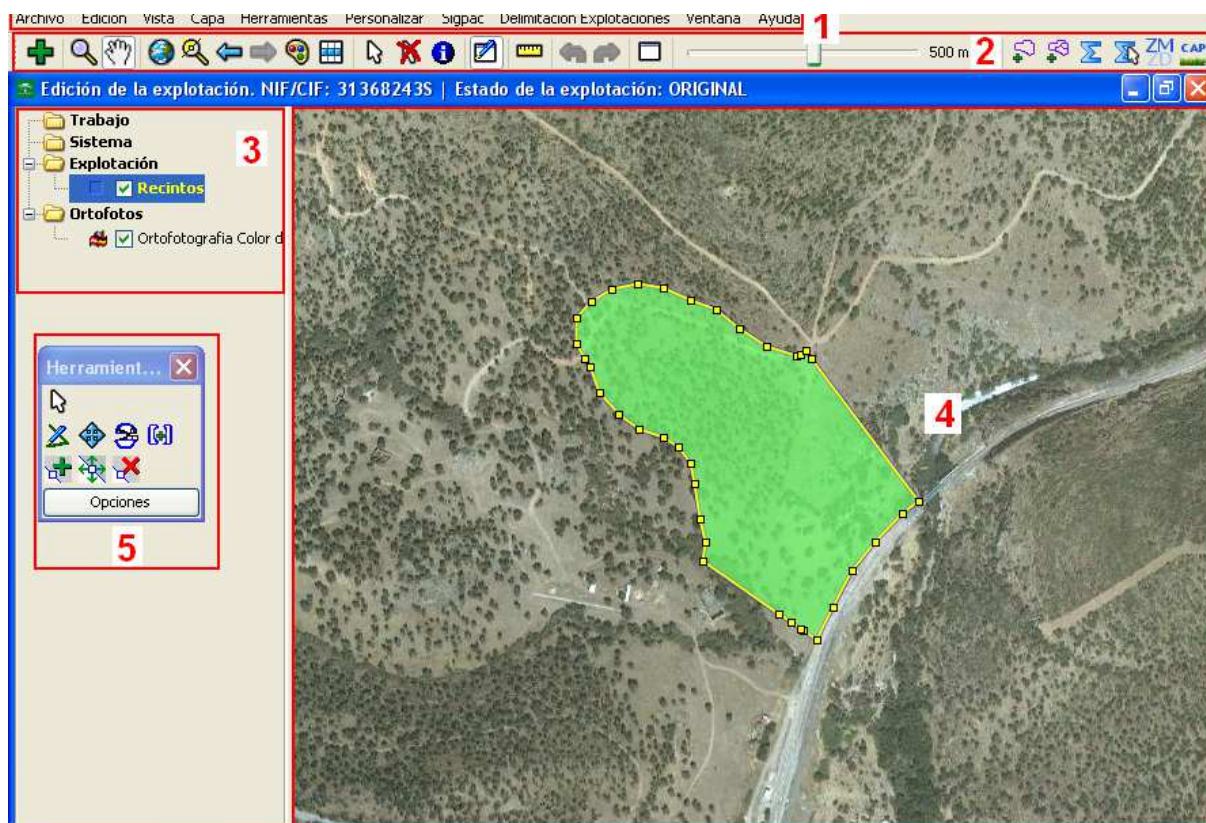

Fig. 13
La pantalla principal de la aplicación se divide en cuatro zonas principales (Fig. 13):
- Barra de menús. Fig: 13 - 1
- Barra de botones. Fig: 13 - 2
- Menú lateral de capas. Fig: 13 - 3
- Espacio Principal de trabajo. Fig: 13 - 4
- Barra de edición flotante. Fig: 13 - 5